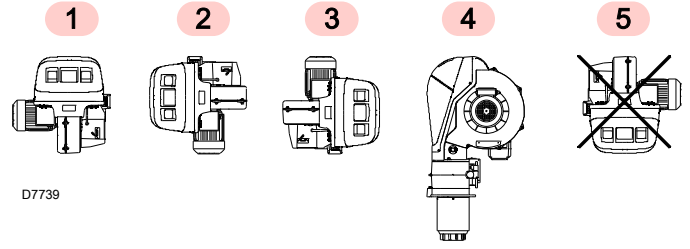

图 9
- 燃烧器设置为仅在位置 1、2、3 和 4(图 9) 运行。